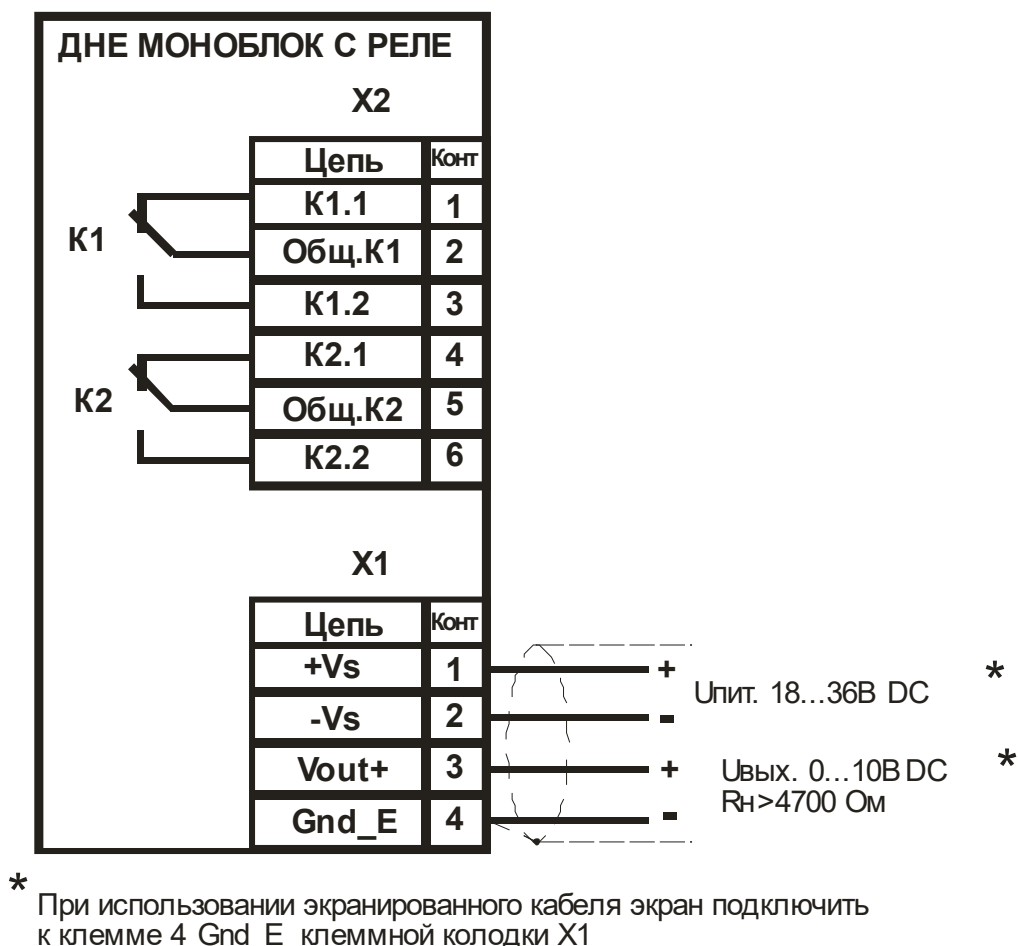

Рис.3 Схема подключения моноблочного датчика ДНЕ с реле.
1.3.6 Схема подключения датчика ДНЕ приведена на Рис. 3. Положения контактов реле K1 и K2 показаны для выключенного состояния реле или при отсутствии напряжения питания на клеммах 1 и 2 колодки X1 ДНЕ. Допускается соединение цепей минус питания -Vs (клемма 2) и минус выхода 0-10В (клемма 4) колодки X1. При этом гальваническая изоляция между цепями питания и выходом 0-10 В будет отсутствовать.
2.1.8 Подключение датчика уровня осуществляется посредством клеммных блоков, расположенных на печатных платах, в соответствии со схемой подключения (см. рис.3) кабелем с медными жилами сечением до 0,35 мм². Для клемм 1 (+Vs), 2 (-Vs), 3 (Vout+), 4 (Gnd_E) рекомендуется использовать экранированный кабель. Уплотнение гермоввода предназначено для кабеля с наружным диаметром 10-11 мм. При использовании кабеля с меньшим диаметром следует заменить уплотнение в гермовводе. Например, для кабеля с наружным диаметром 6 мм в качестве уплотнения можно использовать отрезок вакуумной трубки длиной 24 мм, с внутренним диаметром 6 мм и с толщиной стенки 6 мм. Чтобы получить доступ к клеммным блокам, необходимо снять крышку корпуса.